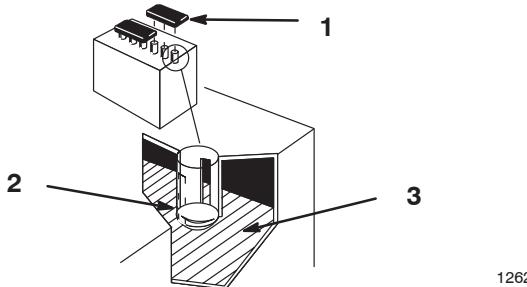

Figure 28
2. Enlevez les bouchons de remplissage. Si le niveau d'électrolyte n'atteint pas la partie inférieure du tube (Fig. 28), ajoutez la quantité d'eau distillée requise (voir Ajout d'eau dans la batterie, page 29).
2. Enlevez les bouchons de remplissage (Fig. 28).
3. Versez lentement de l'eau distillée dans chaque élément pour amener le niveau à la partie inférieure du tube (Fig. 28).